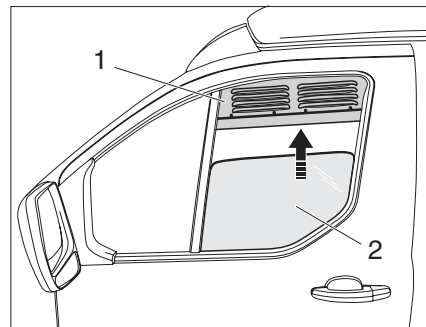

Fig. 11 Insérer une grille d'aération
Ranger correctement la grille d'aération (Fig. 11,1) pendant le trajet.
- ▶ Abaisser la vitre du véhicule (Fig. 11,2).
- ▶ Insérer la grille d'aération (Fig. 11,1) en haut du cadre de la fenêtre.